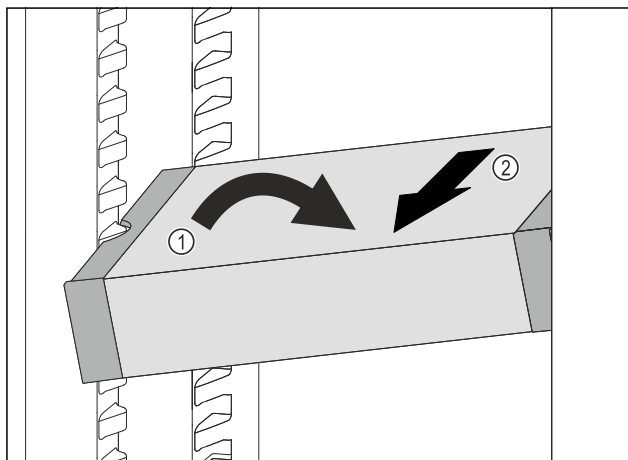

Fig. 110
- Наклонете VarioSafe в хладилната част. Fig. 110 (1)
- Извадете VarioSafe напред. Fig. 110 (2)